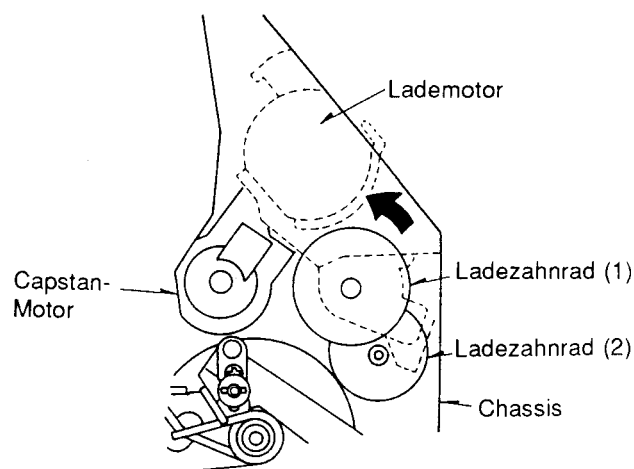

Abb. 2-3
- 4) Das Ladezahnrad (1) in die Richtung des Pfeils (F) drehen, um das Band zu entladen (Abb. 2-3).